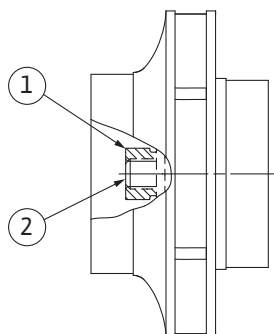

Fig. 101: Position correcte de l'écrou de blocage de roue après le montage
8. Maintenir l'arbre avec une clé (de 22 mm) et serrer l'écrou de blocage de roue selon le couple de serrage prescrit (voir tableau « Couples de serrage » ► 260). L'écrou (Fig. 101, pos. 1) doit affleurer à $\pm 0,5$ mm avec l'extrémité de l'arbre (Fig. 101, pos. 2). Si ce n'est pas le cas, desserrer l'écrou et répéter les étapes 4 à 8.
9. Retirer la clé plate et remonter la tôle de protection (Fig. I / III, pos. 27).